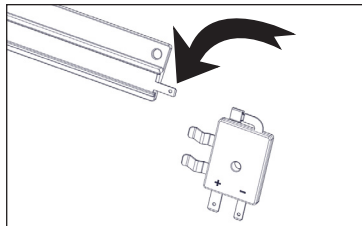
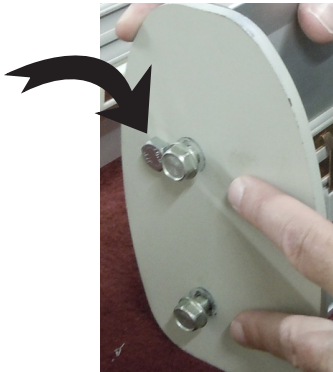

Fig. 4
Fig. 6
6. Fixer le contact de charge à la bande de ralentissement (de communication) (Fig. 4).
8. À l'extrémité inférieure du rail, glisser le bloc contact de charge (Fig. 4) dans le dos du rail (Fig. 6). Le bloc s'ajustera bien au porte-bande de charge.
9. À l'aide d'une douille de 1/2 po et de deux (2) vis autotaraudeuses de 5/16 po x 18 x 1 po, monter l'embout inférieur (Fig. 6). L'application d'un peu de graisse facilitera l'installation.